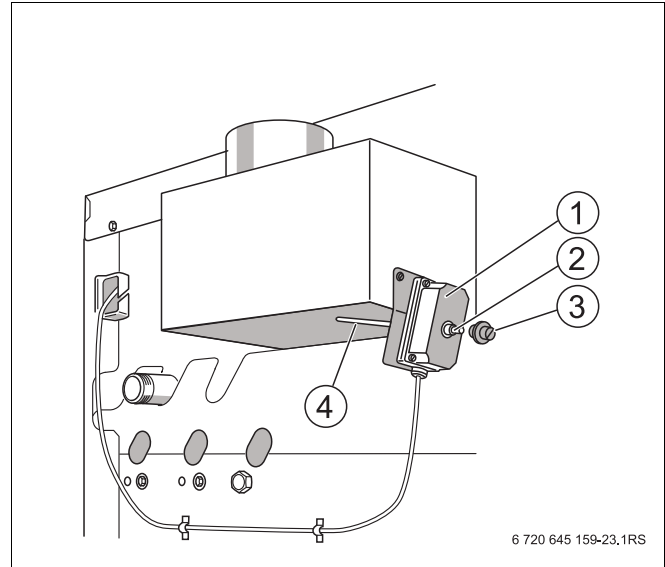

Рис. 34 Проверка системы контроля дымовых газов AW 10
- Снять систему контроля дымовых газов (Рис. 34, поз. 1) с прерывателя тяги.
- При работающей горелке удерживать датчик температуры (Рис. 34, поз. 4) в середине потока дымовых газов.
- Вновь установить систему контроля дымовых газов (Рис. 34, поз. 1).
- Примерно через 2 минуты снять защитный колпачок (Рис. 34, поз. 3) и нажать на разблокировочный штифт (Рис. 34, поз. 2).